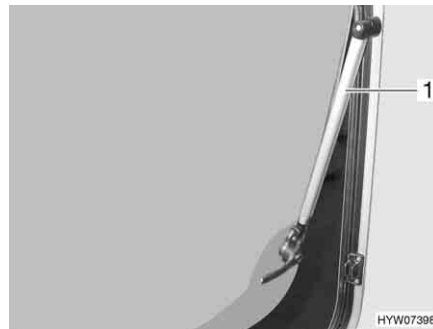

Fig. 59 Fenêtre projetante avec bras automatiques
- Ouvrir la fenêtre projetante jusqu'au cran d'arrêt souhaité. Le bras automatique (Fig. 59,1) s'enclenche automatiquement.